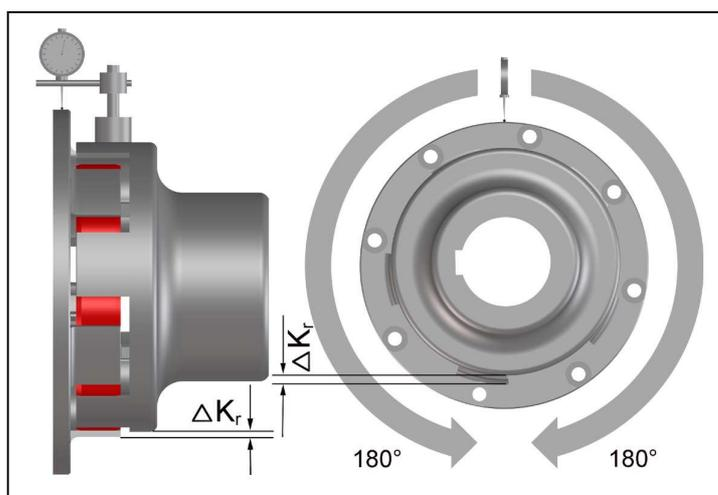

Bild 7
- Vermessen Sie eine ganze Umdrehung (360°). Ermitteln Sie dabei die größte Abweichung  $Kr1$  sowie die kleinste Abweichung  $Kr2$  (Bild 7). Berechnen Sie die Radialverlagerung  $\Delta Kr = 0,5 \times (Kr1 - Kr2)$ . Beachten Sie die Vorzeichen der Messwerte.